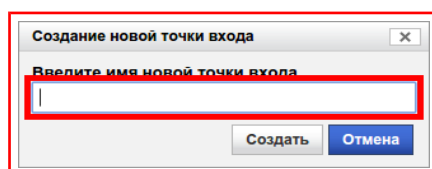

Рисунок 9.60 — Диалоговое окно «Создание новой точки входа»
- 1) В появившемся диалоговом окне ввести имя «Точки входа» в поле находящееся под текстом «Введите имя новой точки входа», рисунок 9.60;